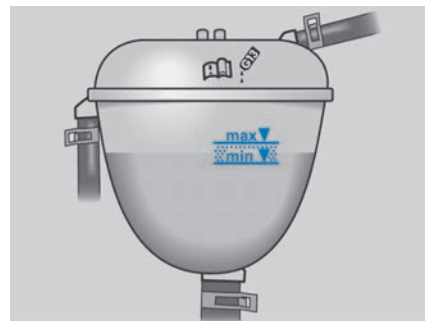

Abb. 194 Im Frontraum: Markierung an dem Kühlmittelbehälter (Prinzipdarstellung).
1. Motorkühlmittelstand bei kaltem Motor an den seitlichen Markierungen des Kühlmittelbehälters prüfen → **Abb. 194**.
3. Motorkühlmittel bis zur oberen Füllstandsmarkierung auffüllen. Motorkühlmittelstand muss nach dem Auffüllen des Motorkühlmittels innerhalb der Markierungen am Kühlmittelbehälter liegen → **Abb. 194**.